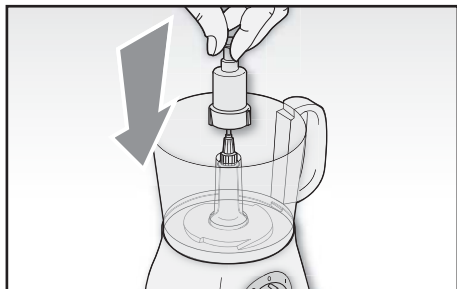

Fig. 4
- 3 Montare il supporto lama (D) sul perno motore (C) all'interno della ciotola (P) (Fig. 4).